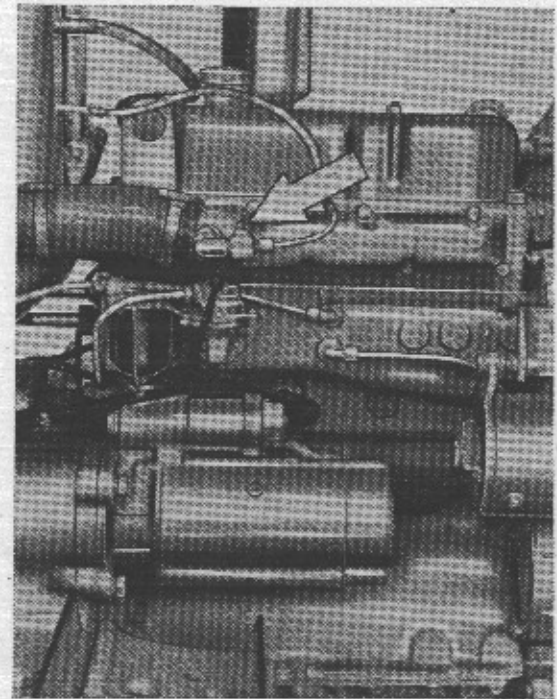

Fig. 30
- Aprire il rubinetto gasolio del thermostart (fig. 30).